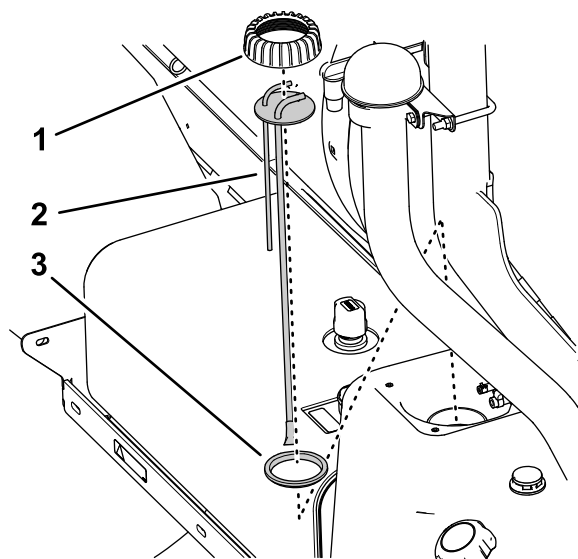

Рисунок 78
- Поверните крышку вертикальной трубы / датчика уровня топлива против часовой стрелки, затем снимите крышку (**Рисунок 78**).
- Поднимите узел вертикальной трубы / датчика уровня топлива, чтобы снять его с топливного бака (**Рисунок 78**).
- Установите крышку на вертикальную трубу и вставьте вертикальную трубу в уплотнение (**Рисунок 78**).
- Совместите крышку, вертикальную трубу и уплотнение с баком и осторожно вставьте новый узел вертикальной трубы в топливный бак (**Рисунок 78**).
- Установите крышку на горловину топливного бака и затяните крышку от руки (**Рисунок 78**).